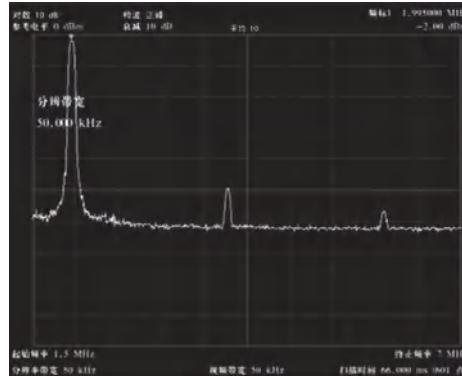

图3-17 被测信号基波和諧波测量
- 按【频率】键、[起始频率]1.5MHz、[终止频率]7MHz；如图3-17所示，基波和二次、三次谐波显示在屏幕上。